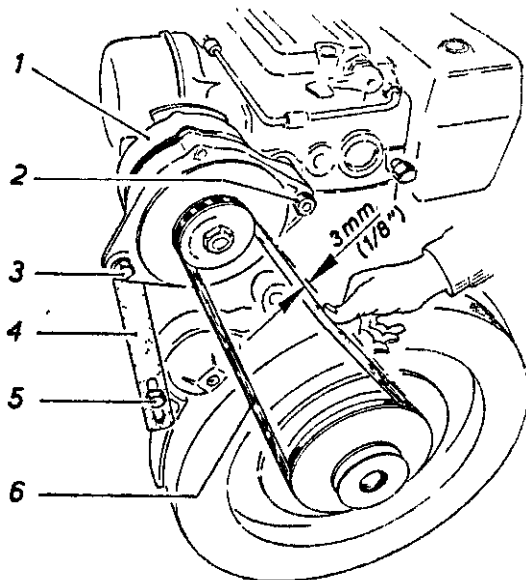

Fig. 68
For motor med impellerpumpe og dynamo justeres kileremmen (3) som vist for motor med vekselstrømsdynamo (se fig. 68) men målt midt mellom pumpe og dynamo.